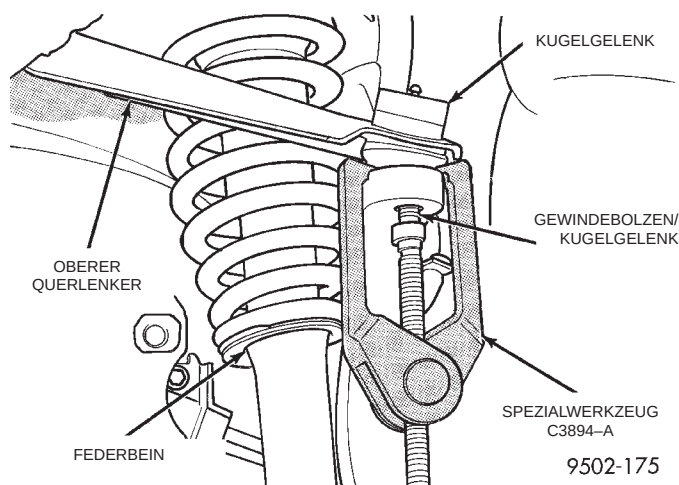

Abb. 5 Gewindebolzen des Kugelgelenks aus dem Achsschenkel ausbauen
- (7) Gewindebolzen des oberen Kugelgelenks mit Abzieher, Spezialwerkzeug C-3894-A, aus dem Achsschenkel herausziehen (Abb. 5). Achsschenkel nach